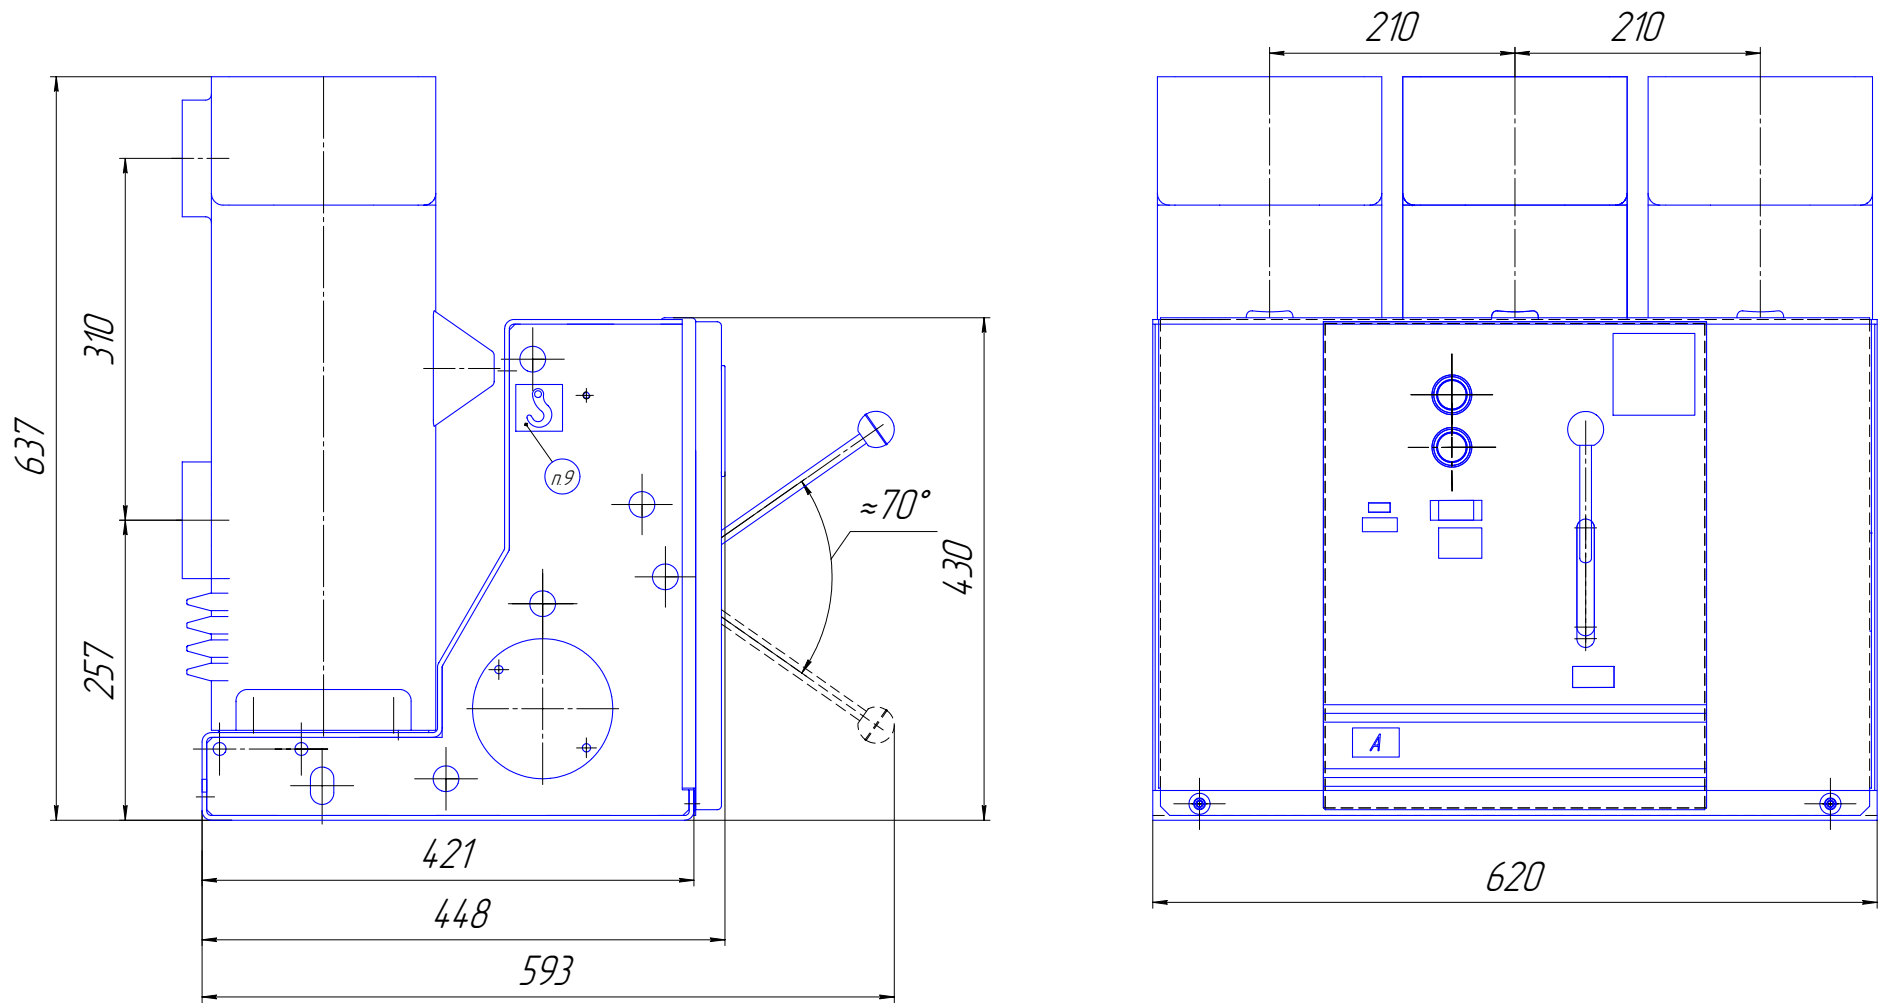

Рисунок 2. Габаритные, установочные и присоединительные размеры выключателей вакуумных серии ВБ4-II на 1600 А
В отключенном положении выключателя контакты (24) вакуумных дугогасительных камер (рисунок 2) разомкнуты, блок–контакты (13) переключены и находятся в свободном состоянии, указатель положения выключателя (8) показывает, что выключатель отключен.
Накопление необходимого количества энергии привода достигается за счет пружинного механизма, натяжение которого осуществляется за счет цепи (15) оборудованной храповым колесом (14). Взвод пружинного привода может осуществляться автоматически при помощи двигателя (17) или вручную ручкой взвода пружины (11) качательными движениями (рисунок 2), по указателю (9) состояния натяжки пружины, определяется готовность выключателя к работе.
Отключение выключателя возможно как ручное, так и электрическое. При ручном оперативном включении, необходимо нажать кнопку отключения (6) (рис.2), при оперативном электрическом необходимо подать электрический импульс на электромагнит отключения (19). В обоих случаях вал (20) продолжает поворот за счет энергии взведенной ранее пружины, которая все время остается достаточно натянутой. Пружина возврата (29) посредством кулачка (21) и пары перемещающихся рычагов двигает с определенной скоростью подвижный контакт вниз при этом происходит размыкание контактов.